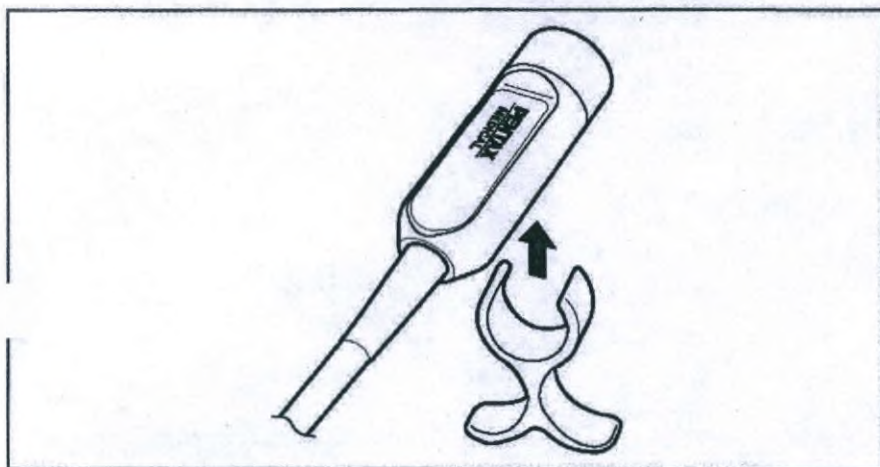

Рисунок 16. Схематические изображения. Закрепление НДП на держателе.
2. Закрепите НДП на держателе НДП (см. рисунок 16).